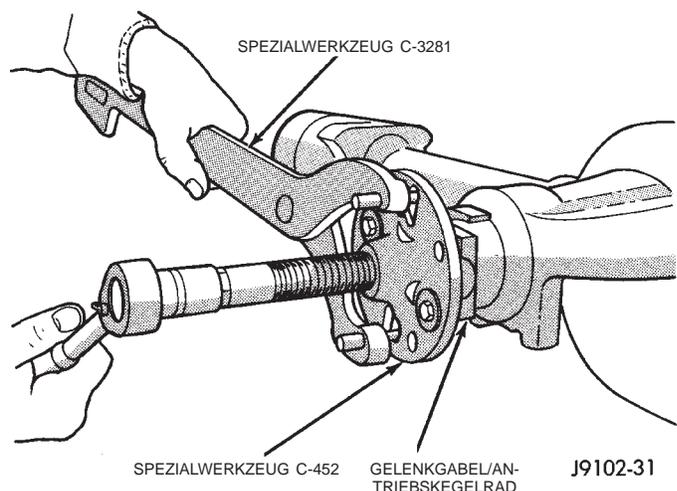

Abb. 34 Gelenkgabel des Antriebskegelrads ausbauen
- (1) Ausgleichkorb aus dem Differentialgehäuse ausbauen.
- (2) Gelenkgabeln und Gelenkwelle mit Paßmarkierungen für den Einbau versehen.
- (3) Gelenkwelle von der Gelenkgabel des Ritzels lösen. Die Gelenkwelle mit einem stabilen Draht am Fahrwerk aufhängen.
- (4) Gelenkgabel mit Haltegriff 6958 festhalten und die Mutter des Antriebskegelrads mit Unterlegscheibe lösen.
- (5) Die Gelenkgabel mit Abzieher C-452 und Haltegriff C-3281 von der Ritzelwelle abziehen (Abb. 34).